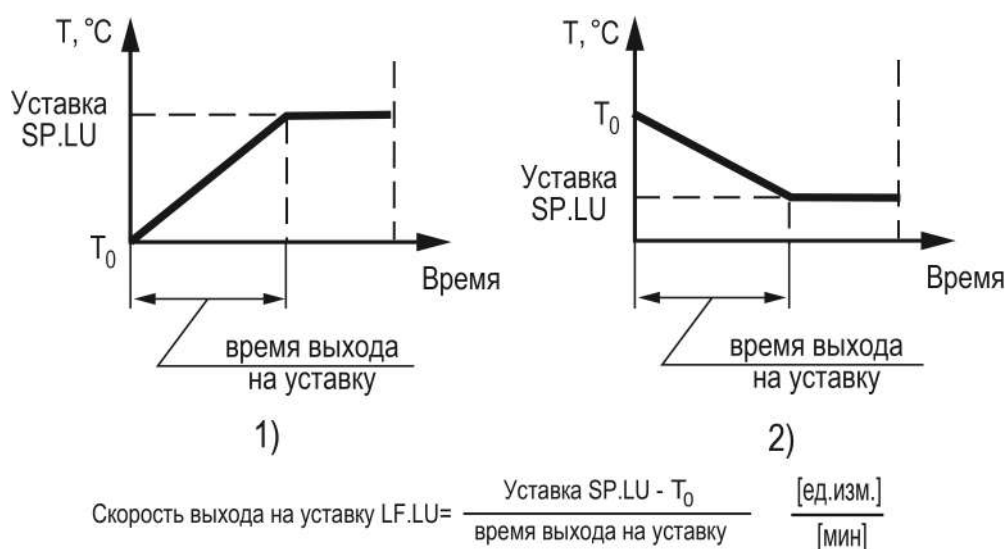

Рисунок 10.60 – Задание скорости выхода на Уставку
- в течение части времени функционирования – до достижения Значения уставки, далее осуществляется поддержание достигнутого значения Уставки (см. рисунок 10.60).